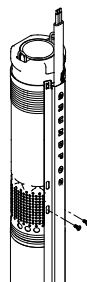

Рис. 10
3. Приверните защитную планку кабеля к входному фильтру двумя винтами, входящими в комплект поставки, смотри рис. 10.